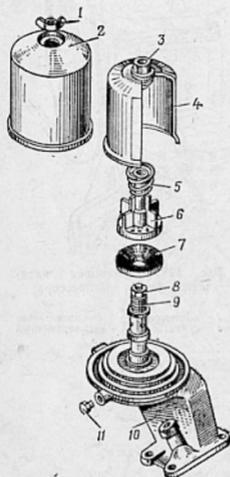

Рис. 130. Разборка фильтра очистки масла (центрифуги):
6. Через одно ТО-1 очистите полнопоточный масляный фильтр (рис. 130).